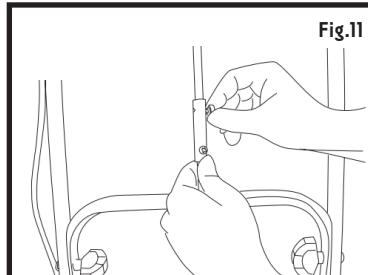

Fig.11
4. Alignez les trous de vis et serrez la vis à la main (fig. 11).